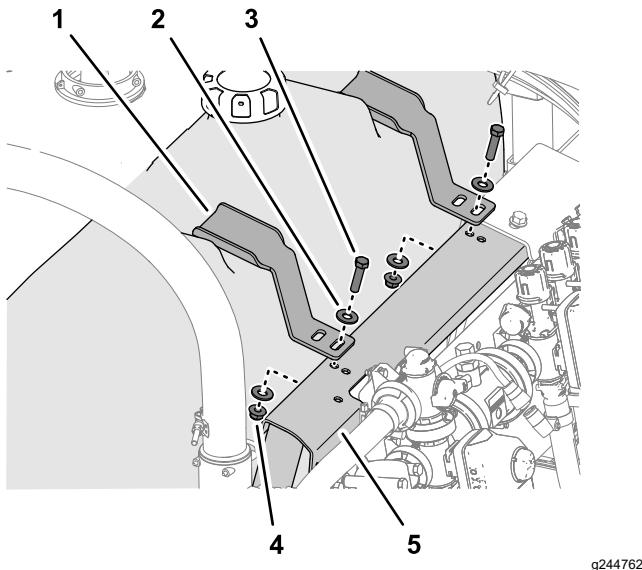

図 16
- 1. すすぎタンク上部についている突起に固定ブラケットを合わせる図 16。
2. 固定金具のスロットを、バルブマウントの穴に合わせる図 16。
3. 固定金具をバルブマウントに仮止めする図 16 すすぎタンクを取り外す(ページ 5)で取り外したボルト $\frac{3}{8} \times 1\frac{1}{2}$ "1本、ワッシャ $\frac{3}{8}$ "2枚、フランジロックナット $\frac{3}{8}$ "1個を使用する。
4. すすぎタンク用のもう1つの押さえ金具についても13の作業を行う。図 16